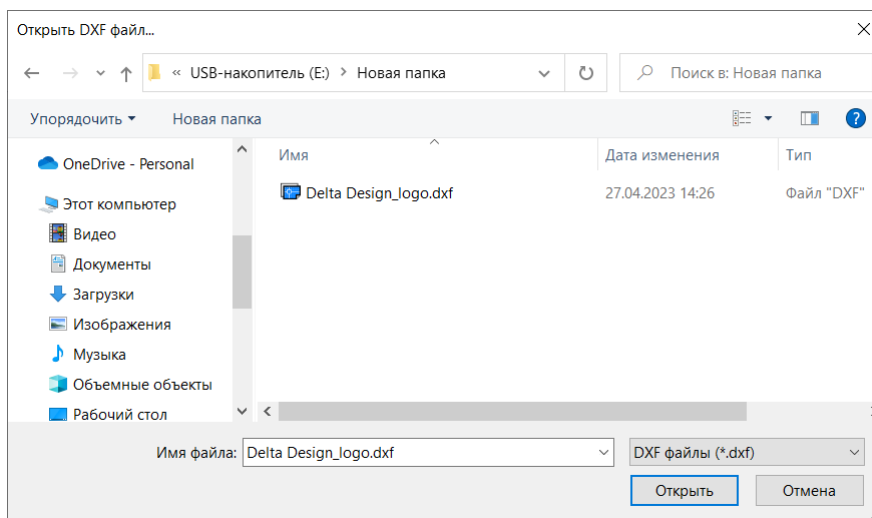

Рис. 45 Окно выбора файла для импорта .dxf
3. Выберите и откройте нужный файл в формате .dxf через окно проводника, см. Рис. 45.